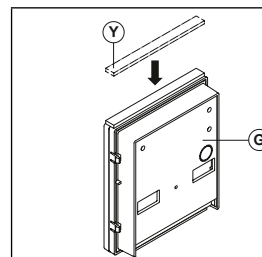
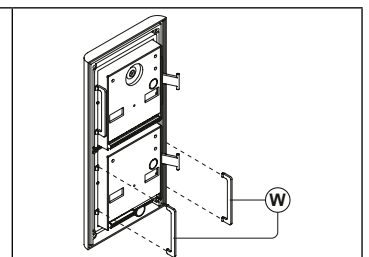

Fig. 5
Fig. 6
Applicare la guarnizione adesiva (Y) come mostrato in **Fig. 5**.
Inserire i fermi anti-effrazione (W) come mostrato in **Fig. 6**.
4. Prima di installare il supporto moduli, agganciare a quest'ultimo i moduli **(G)** come mostrato in Fig. 5 ed inserire per ciascun modulo, come mostrato in Fig. 6, i fermi anti-effrazione **(W)** (eseguire la stessa operazione per il secondo supporto moduli);